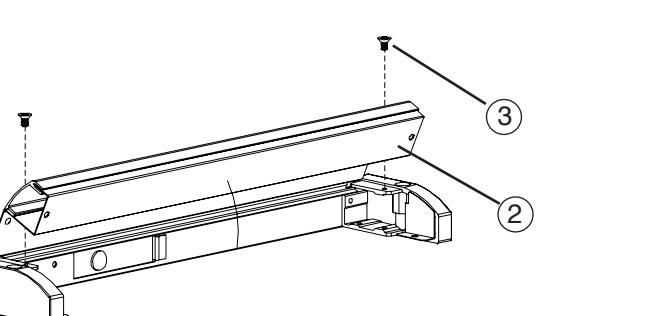

Figure 7
2. Hold fixture body and lift front edge of diffuser and wireway cover, rotate upward. **See Fig 7**
2. Sostenga el cuerpo del montaje y levante el extremo delantero del difusor y la cubierta del cableado. Gire hacia arriba. **Ver Fig 7.**